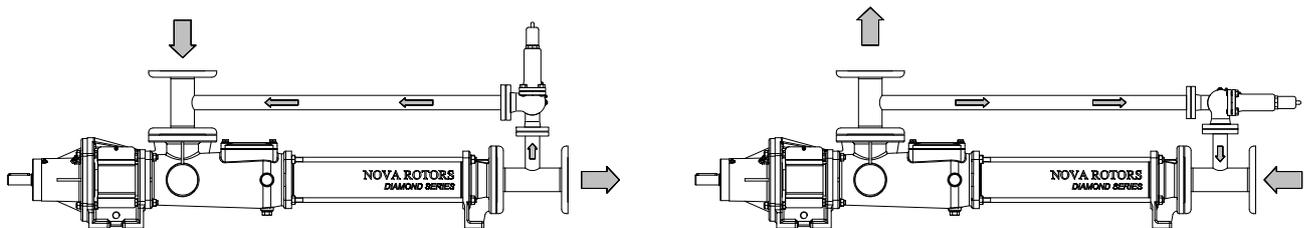

Fig.2 – Principe de fonctionnement du by-pass
Le by-pass (**Fig.2**) est un dispositif de protection contre les surpressions et se compose d'une soupape (déjà calibrée sur demande ou réglable), de tuyaux et de brides de raccordement, visant à faire communiquer le refoulement et l'aspiration de la pompe. Lorsque la pression de refoulement dépasse la pression de tarage de la soupape, cette dernière s'ouvre et le liquide retourne à l'aspiration. La pression de réglage de la soupape est définie en fonction des besoins du processus, du type de produit pompé et du nombre de phases de la pompe.
Avec le by-pass est installé, la pompe peut fonctionner dans un seul sens selon le type d'installation du by-pass (voir **Fig.2**).
- Plaque signalétique pour pompe ATEX (Fig.2).
Le marquage ATEX se compose des éléments suivants (14 - Fig.2) :